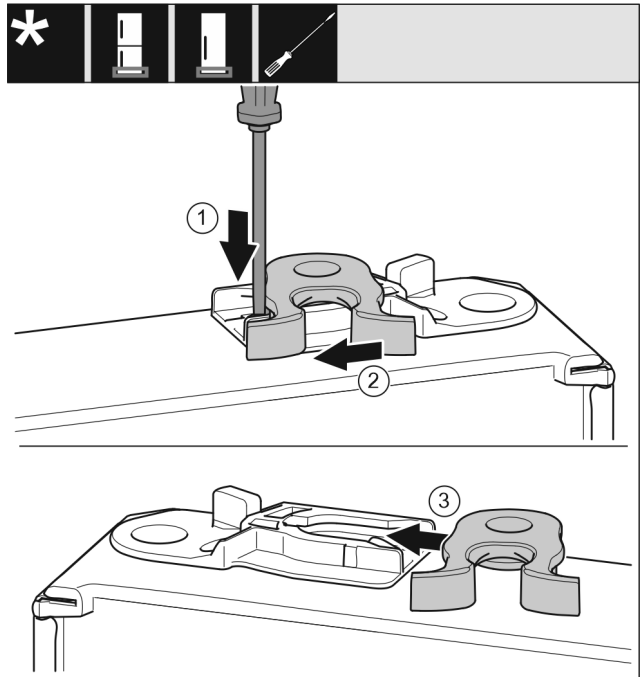

Fig. 23
- Shtypni për poshtë gjuhëzën Fig. 23 (1) me një kaçavidë me kokë petë.
- Nxirrni jashtë nga foleja udhëzuese grepat e mbylljes Fig. 23 (2).
- Futni grepat e mbylljes Fig. 23 (3) në folenë udhëzuese në anën tjetër.